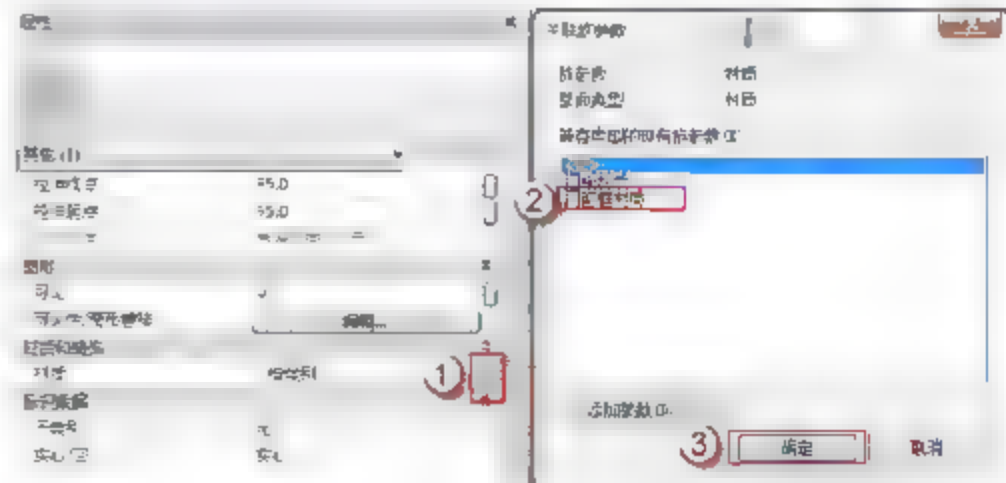

图 7.1.24 添加 C2925 转角门窗框材质
(22) 添加 C2925 转角门窗框材质。选择 C2925 门窗框，在 C2925 门窗框的“属性”面板中，单击“材质和装饰”栏“材质”右侧的空白按钮，弹出“关联族参数”对话框，在列表框中选择“门窗框材质”选项，单击“确定”按钮，如图 7.1.24 所示。